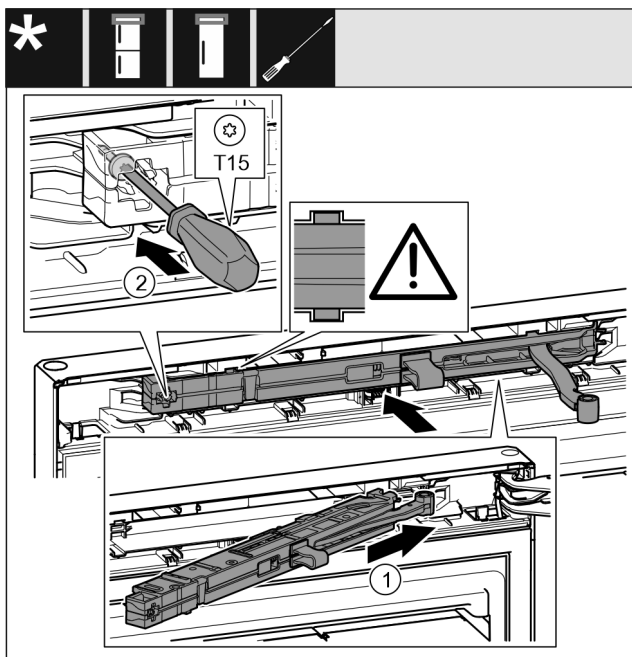

Fig. 49
- Työnnä sulkuvaimenninyksikkö laakeripukin puolella vinosti aukkoon rajoittimeen asti. Fig. 49 (1)
- Kiristä ruuvi T15-ruuvimeisselillä. Fig. 49 (2)